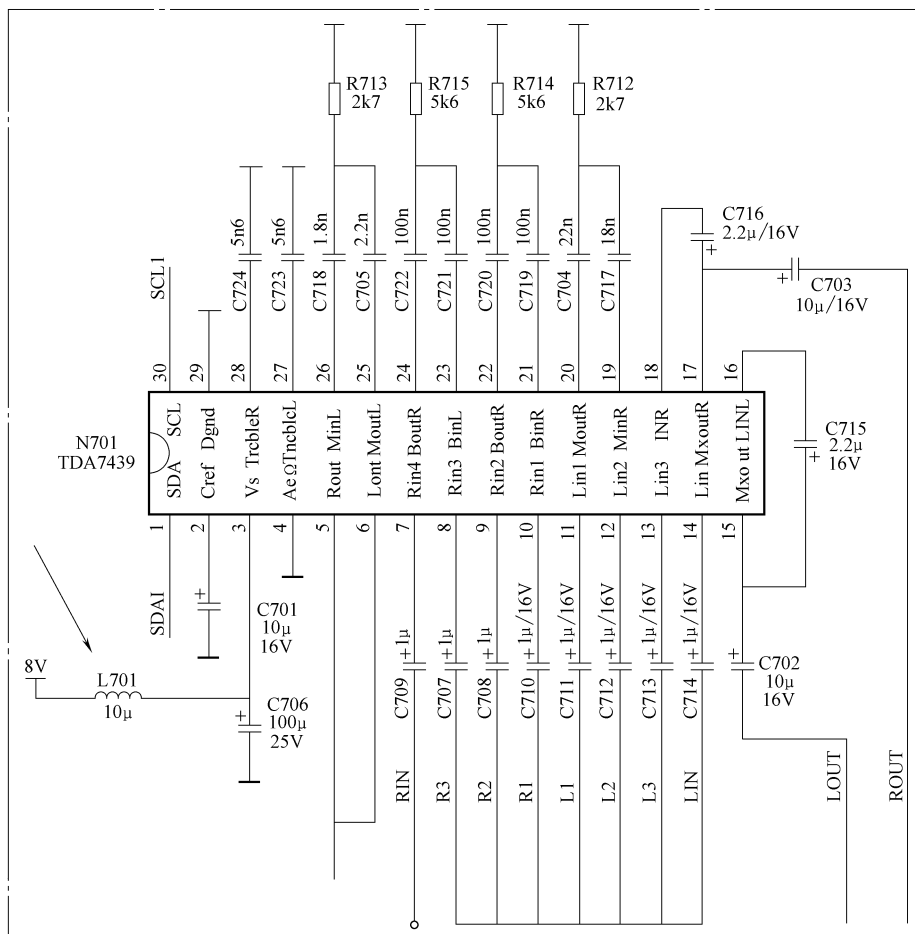

图 5-68 电感 L701 相关电路截图
- 3) 电感 L701 相关电路截图如图 5-68 所示。